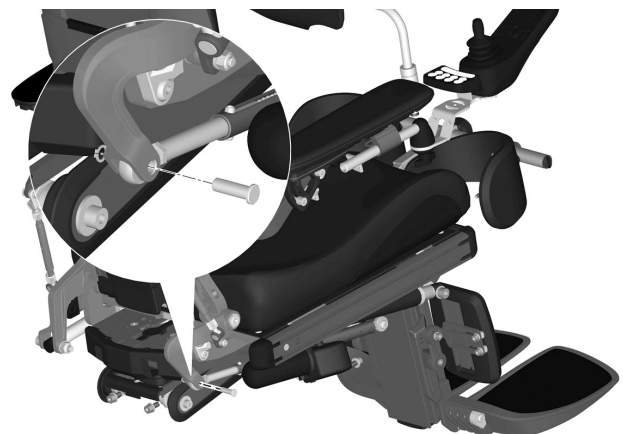

Abbildung 76. Die Stange der AP Sitzhöhenverstellung ist mit einem Stift und Sicherungsring befestigt.
8. Stange der AP Sitzhöhenverstellung vom Rückenlehnenngelenk demontieren. Sie ist mit einer Schraube und Unterlegscheibe befestigt. Siehe Abbildung. 76.